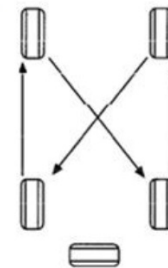

Figura 4.3.2.18
- Para evitar abrasión desigual y prolongar la vida útil de los neumáticos, cambie la posición de ellos cada 10.000 km (ver Figura 4.3.2.18). Después de cambiar la posición de los neumáticos, reajuste la presión de las ruedas delanteras y traseras según se especifica.